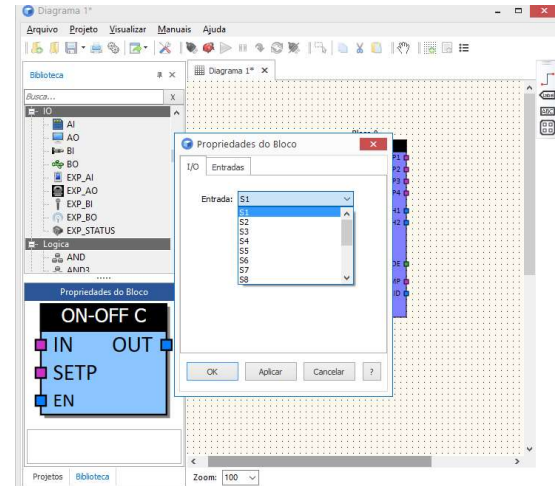

Figura 6
8. Abra as configurações do bloco BO e determine que a saída será a digital 1 (Figura 6);